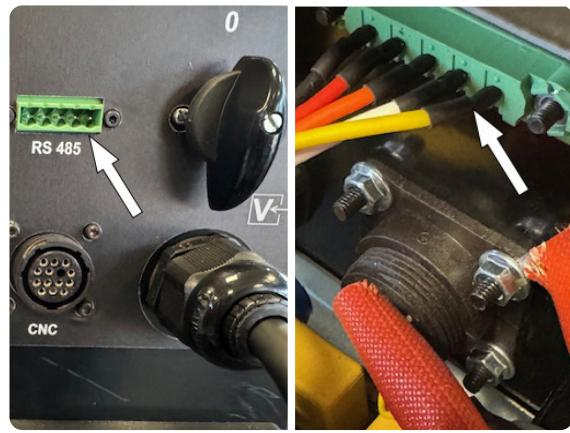

Fig. 10
- ◆ Inserire il connettore rettangolare colore verde Modbus RS485 presente ad una estremità della connessione 5587467 (pos.6) nella finestra ora disponibile che era sotto la precedente placchetta e fissarlo come mostrato in Fig.10. ATTENZIONE: interporre la guarnizione isolante nera tra il connettore Modbus RS485 e l'interno del pannello posteriore